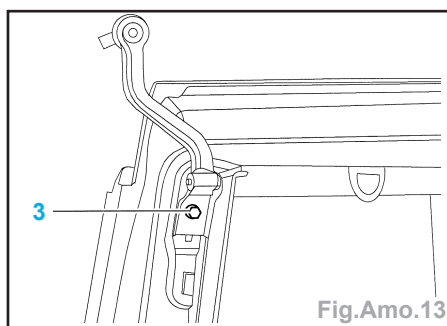

Fig.Amo.13
- la garniture du montant AV et la fixation (3) (Fig.Amo.13).